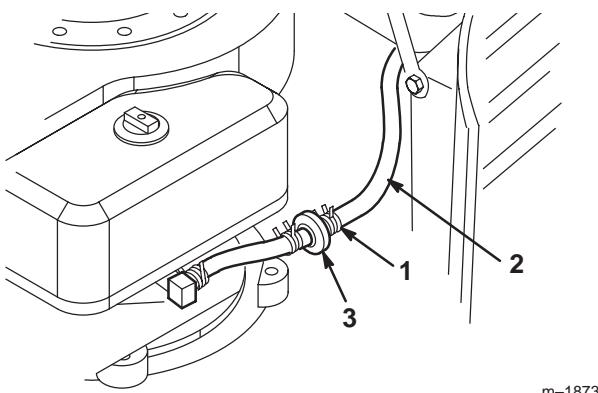

Bild 26
7. Drücken Sie die Enden der Schlauchklemme zusammen und schieben sie an der Kraftstoffleitung nach oben zum Kraftstofftank (Bild 26).
8. Ziehen Sie die Kraftstoffleitung vom Filter (Bild 26) herunter und lassen das Benzin in einen Benzinkanister oder eine Auffangschale ablaufen.
Tauschen Sie den Kraftstofffilter alle 100 Betriebsstunden oder mindestens einmal pro Jahr aus. Tauschen Sie den Kraftstofffilter am besten aus, wenn der Tank leer ist (Bild 26). Bringen Sie niemals einen schmutzigen Filter wieder an, nachdem Sie ihn von der Kraftstoffleitung entfernt haben.
6. Drücken Sie die Enden der Schlauchklemmen zusammen und schieben Sie sie vom Filter weg (Bild 26).